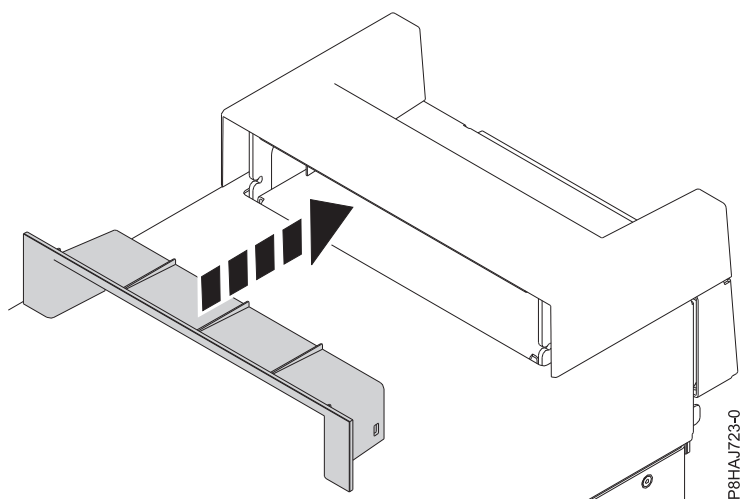

図 51. 8286-41A スタンドアロン・システムのハンドル・カバー内の断片の差し込み
2. ハンドル・カバーの断片をしっかりとハンドル・カバーに押し込んで、断片をハンドル・カバー内に差し込みます (68 ページの図 51 を参照)。